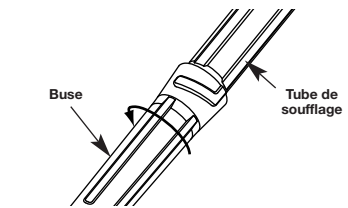

Fig. 6
2. Prenez la buse et tournez-la dans le sens contraire des aiguilles d'une montre jusqu'à ce que la buse de déverrouille du tube de soufflage (Fig. 6).